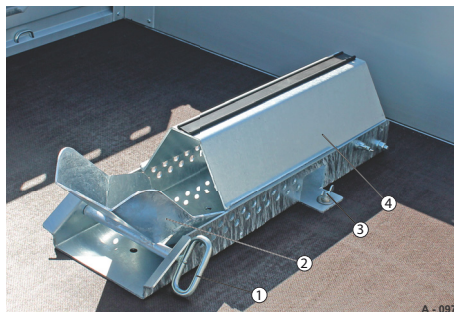
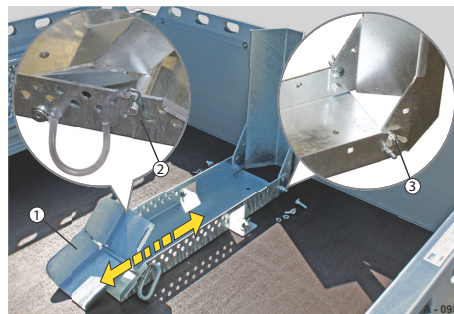

Abb. 99 Motorradständer, zugeklappt
Abb. 100 Motorradständer aufgeklappt / gesichert
Befestigung erfolgt auf der Ladefläche als Durchverschraubung mit Flügelmutter (Abb. 99/3).
- ▶ Anschlagblech (Abb. 99/4) entsichern und nach oben klappen.
- ▶ Mit Flügelmuttern (Abb. 100/3) sichern.
- ▶ Auffahrblech (Abb. 100/1) gemäß der Radgröße Ihres Motorrads einstellen - in die entsprechende Lochung positionieren.
- ▶ Auffahrblech mit dem Steckbolzen (Abb. 99/1) und Federstecker (Abb. 100/2) sichern.